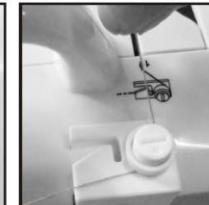

рис. 8
- Проведите нить через диск предварительного натяжения для намотки шпульки. (рис. 8)